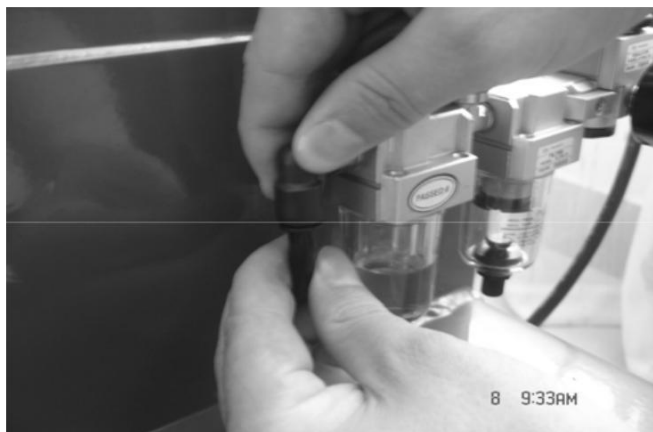

Fig. 4-11
4.2.13 Tilslut luftslangen, aftag koblingen til $\phi 8$ - PU-slangen på siden af hoveddelen. Denne kobling skal forhindre luftslangen i at falde ned på hoveddelen. Indsæt koblingen foran luftregulatoren i overensstemmelse med Fig. 4-10 / Fig. 4-11.
Indsæt luftpistolen eller trykmålerkassen i rillen på den åbne møtrik på luftregulatoren (Fig. 4-11). Stram den åbne møtrik og tilslut luftforsyningen.